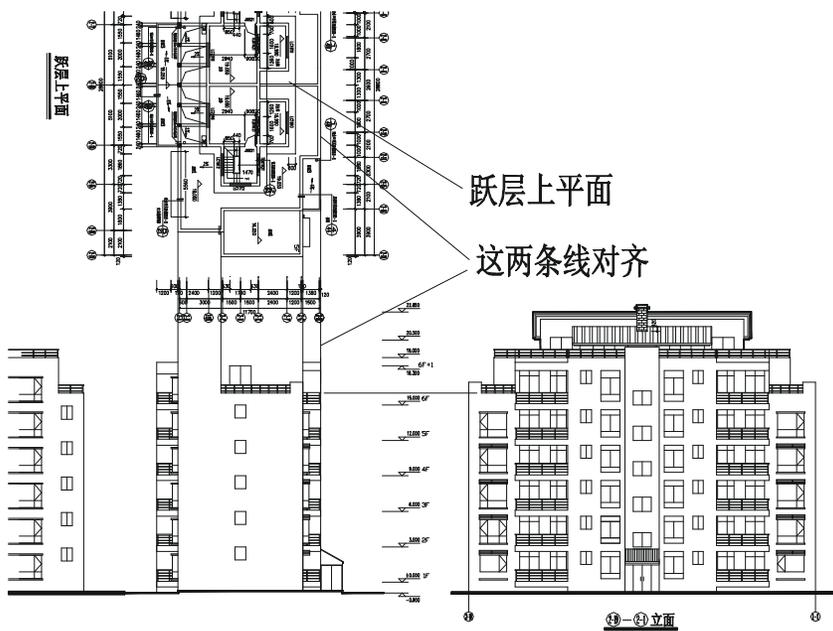

图 12-1-69
**STEP 28** 使用复制命令 COPY 将跃层上平面复制一份，并使用旋转命令 ROTATE (RO) 将其旋转-90°，再使用移动命令 MOVE 将其与侧立面对齐，如图 12-1-69 所示。